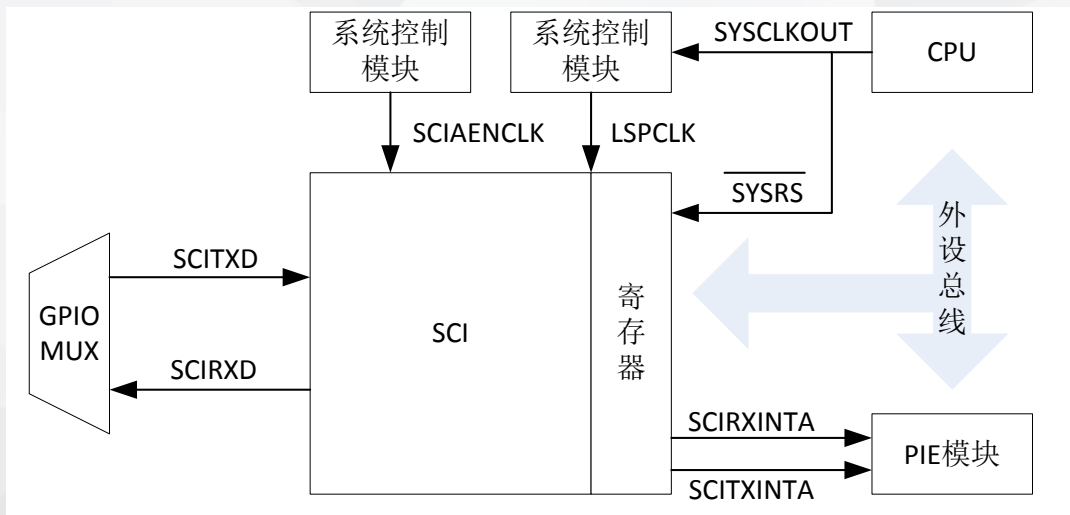

图15-2 SCIA与CPU的接口
由于三个SCI模块的功能是相同的，只是寄存器的命名有所不同，所以如果不做特殊说明，下面均以SCIA为例来进行讲解。SCIA与CPU的接口如图15-2所示。SCIA模块的特点如下：
- 1.从图15-2可以看到，SCI模块具有两个引脚，发送引脚SCITXD和接收引脚SCIRXD。SCITXD可以实现数据的发送，SCIRXD可以实现数据的接收。
5 .从图15-2可以看到，SCI模块可以产生两个中断，SCIRXINT和SCITXINT，即接收中断和发送中断。
从图15-2可以看到，SCI模块的信号有外部信号、控制信号和中断信号3种，如表15-1所示。